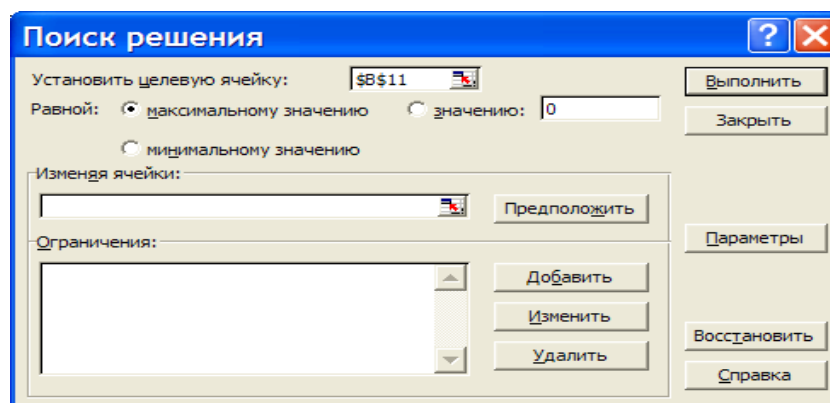

Рисунок 2
4. Выберите надстройку Поиск решения. Загрузится надстройка и появляется диалоговое окно «Поиск решения» (рис.2)